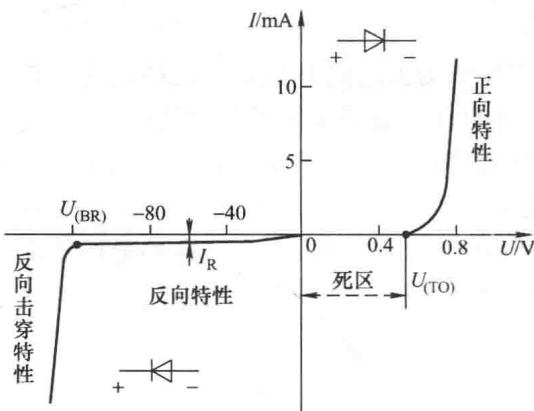

图 1-16 二极管的伏安特性
(1) 二极管的伏安特性 二极管两端的电压 U 及流过二极管的电流 I 之间的关系曲线，称为二极管的伏安特性，如图 1-16 所示。
1) 正向特性 二极管外加正向电压时，电流和电压的关系称为二极管的正向特性。由图 1-16 可见，当二极管所加正向电压比较小时 ($0 < U < U_{(TO)}$)，二极管上流经的电流为 0，管子仍截止，此区域称为死区， $U_{(TO)}$ 称为死区电压（门槛电压）。硅二极管的死区电压约为 0.5V，锗二极管的死区电压约为 0.1V。
2) 反向特性 二极管外加反向电压时，电流和电压的关系称为二极管的反向特性。由图 1-16 可见，在常温下，二极管外加反向电压时，反向电流很小 ($I \approx -I_R$)，而且在相当宽的反向电压范围内，反向电流几乎不变，因此，称此电流为二极管的反向饱和电流。
3) 反向击穿特性 由图 1-16 可见，当反向电压的值增大到 $U_{(BR)}$ 时，反向电压值稍有增大，反向电流会急剧增大，称此现象为反向击穿， $U_{(BR)}$ 为反向击穿电压。利用二极管的反向击穿特性，可以做成电压调整二极管（稳压二极管），但一般的二极管不允许工作在反向击穿区。